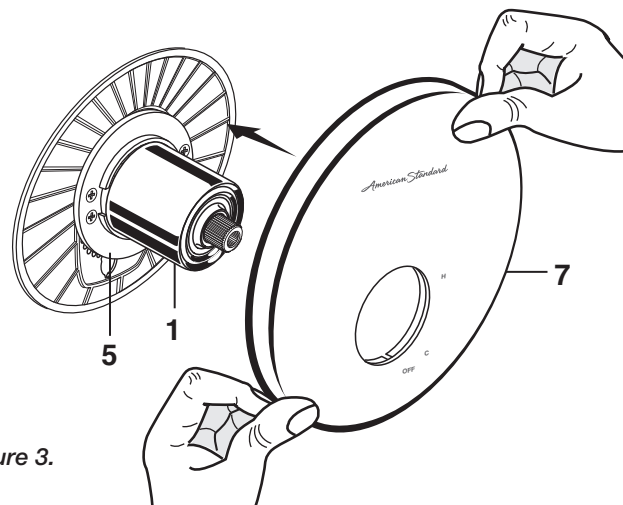

Figure 3.
- **Figure 3.** Poser la ROSACE (7) sur le CAPUCHON (1) et appuyer tout contre le mur fini. La rosace (7) s'enclenchera dans le SUPPORT DE ROSACE (5).